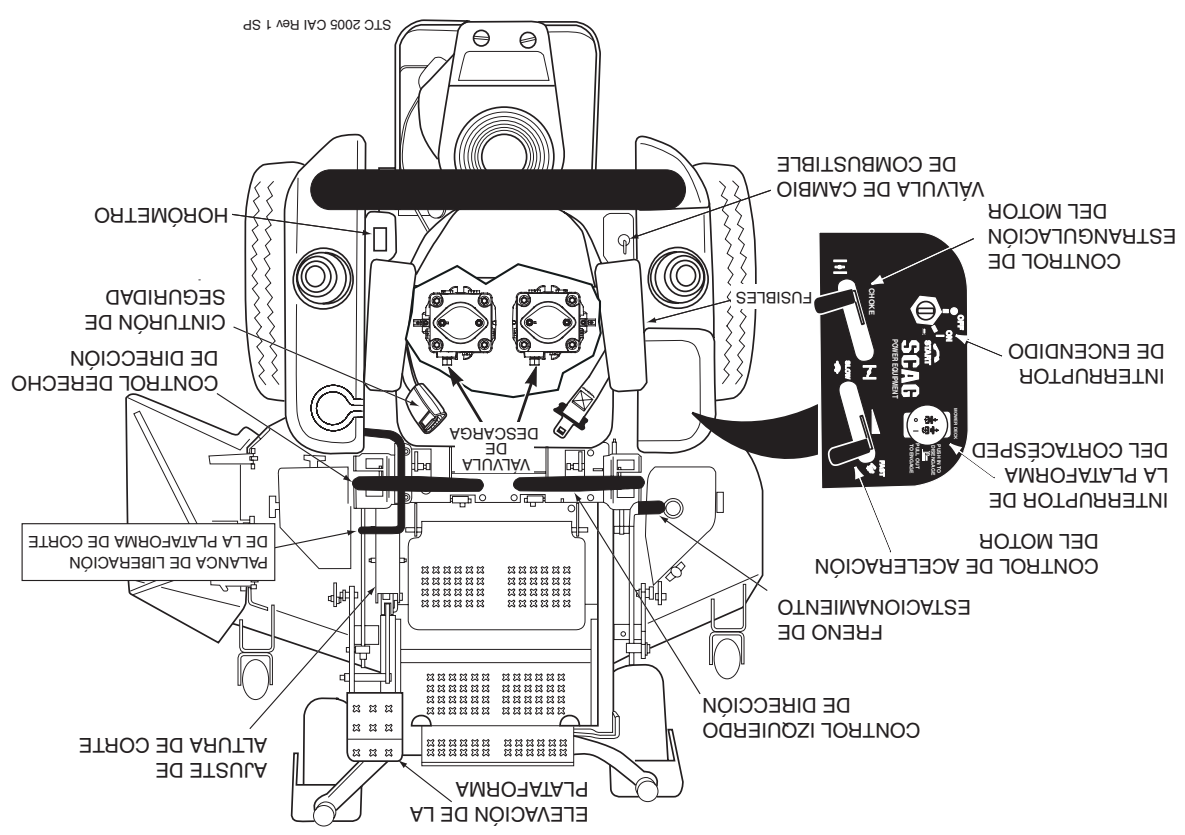

Figura 4-1 Controles e Instrumentos
5. **Horómetro (Figura 4-1).** Indica el número de horas que ha operado el motor. Opera cuando el interruptor de la llave de encendido está en la posición ON. Puede usarse para mantener un registro de los intervalos de mantenimiento y la cantidad de tiempo requerida para realizar varias tareas.
6. **Portafusibles (Figura 4-1).** Dos fusibles de 20 Amp protegen el sistema eléctrico del cortacésped. Para reemplazar los fusibles, retire el fusible del zócalo e instale uno nuevo.
7. **Control izquierdo de dirección (Figura 4-1).** Usado para controlar la rueda izquierda del cortacésped al avanzar hacia adelante o en reversa.
8. **Control derecho de dirección (Figura 4-1).** Usado para controlar la rueda derecha del cortacésped al avanzar hacia adelante o en reversa.
9. **Control del freno de estacionamiento (Figura 4-1).** Usado para accionar y desconectar los frenos de estacionamiento. Tire de la palanca para accionar los frenos de estacionamiento. Presione la palanca para desconectar los frenos de estacionamiento.
10. **Válvula de cambio de combustible (Figura 4-1).** Ubicada en el lado izquierdo de la máquina. Usada para cortar el suministro del combustible al motor y cambiar la alimentación de combustible entre tanques. Gire la válvula en contra del sentido de las agujas del reloj para suministrar combustible solamente del tanque del lado izquierdo. Gire la válvula en el sentido de las agujas del reloj para suministrar combustible solamente del tanque de las agujas del reloj para suministrar combustible solamente del lado derecho.
12. **Palanca de pie de elevación de plataforma (Figura 4-1).** Usada para levantar y bajar la plataforma de corte.
13. **Ajuste de la altura de corte (Figura 4-1).** Usado para poner la plataforma de corte en la altura de corte deseada.
14. **Palanca de liberación de la plataforma (Figura 4-1).** Usada para trabar la plataforma de corte en la posición de transporte. Para corte normal, empuje el pedal hacia adelante y levante la palanca de desenganche de modo de soltar la plataforma de corte.
15. **Cinturón de seguridad (Figura 4-1).** Usado para asegurar al operador. El cinturón de seguridad debe usarse durante toda la operación.
2. **Interruptor de la plataforma del cortacésped (Figura 4-1).** Usado para accionar y desconectar el sistema de transmisión del cortacésped. Tire del interruptor para accionar la transmisión de plataforma. Presione el interruptor para desconectar la transmisión de plataforma.
3. **Control de estrangulación del motor (Figura 4-1).** Usado para arrancar un motor frío.
4. **Control de aceleración del motor (Figura 4-1).** Usado para controlar la velocidad de motor. Presionando la palanca hacia abajo aumenta la velocidad del motor. Tirando de la palanca hacia atrás disminuye la velocidad del motor. La posición completa hacia atrás es la posición de MARCHA EN VACÍO. La posición de corte es la de más adelante.
1. **Interruptor de encendido (Figura 4-1).** Usado para arrancar el motor; tiene tres posiciones; OFF, ON, y START.